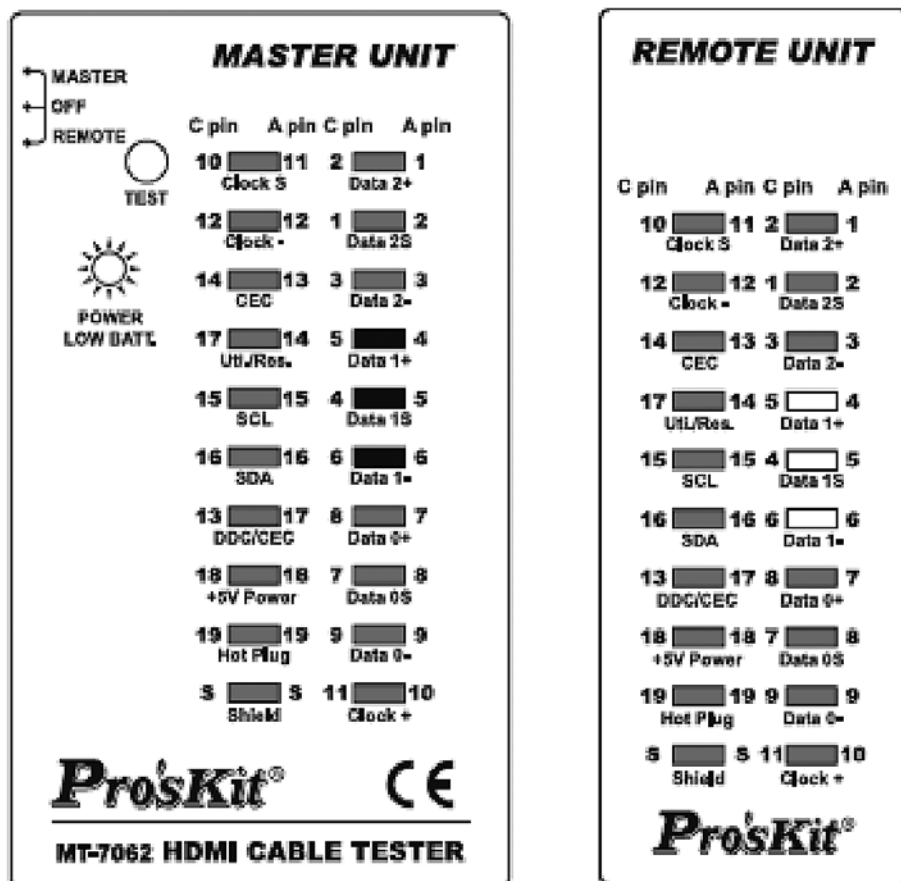

Рис. 8. Короткое замыкание проводников (Short)
- Короткое замыкание проводников (Short): светодиоды на основном блоке с номерами этих проводов будут светиться ярче, а соответствующие индикаторы на модуле для удаленного контроля блока не светятся (рис.8.).